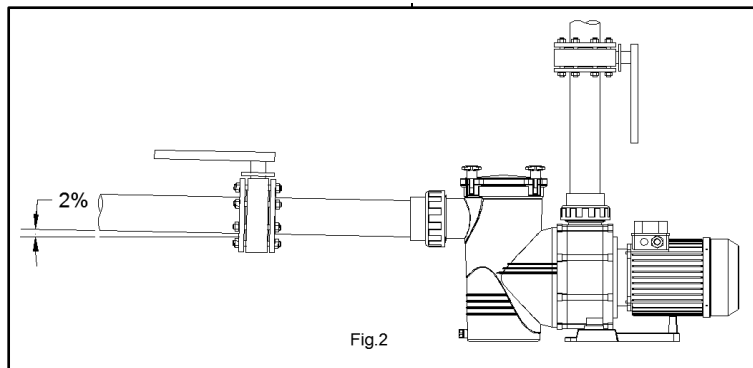

Fig.2
- ! The connection of the pipe must be threaded into the mouths of the pump using the right accessories (Fig. 2).
- Impulsion tube installation is done totally perpendicularly and is well centred with respect to the nozzle to be connected so as to avoid external pressure being exerted on the pump and the tube. Apart from making assembly more difficult, this pressure could even break them. (Fig. 2)
- Suction tube installation is done at a slight angle of 2 % towards the pump, thus avoided siphon formation. (Fig.2).
- ! Трубные штуцеры ввинчиваются в приемные отверстия насоса при помощи соответствующих комплектующих (Рис. 2).
- Монтаж нагнетательных патрубков выполняется в строго перпендикулярном положении с прецизионной центровкой относительно подключаемого патрубка во избежание воздействия наружного давления на корпус насоса и трубопроводы. Помимо усложнения непосредственно блочной конструкции, возможно также разрушение ее отдельных компонентов вследствие указанного воздействия на них наружного давления (Рис. 2).
- Монтаж приемной трубы насоса выполняется под небольшим углом 2 % по отношению к корпусу насоса во избежание образования низкого давления (Рис. 2).